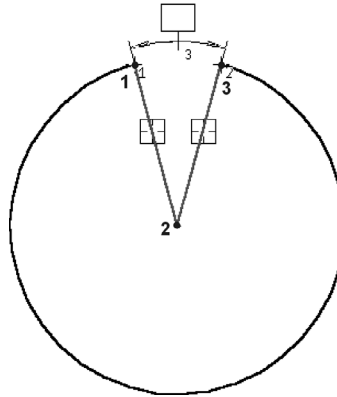

Рис. 12.18. Указание отрезков для простановки размера
- В ответ на запрос системы **Укажите окружность или дугу для простановки размера** укажите курсором любую точку дуги **д1** (рис. 12.18).